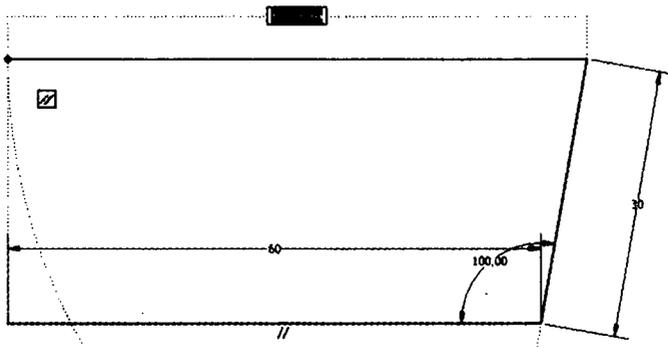

Рис. 3.5. Если вы не указываете значения размера, размер не будет добавлен на эскиз
14. Щелкните мышкой, когда ваша линия будет параллельна первой и конечная точка отрезка будет совпадать с начальной точкой первого отрезка, как показано на рис. 3.5.